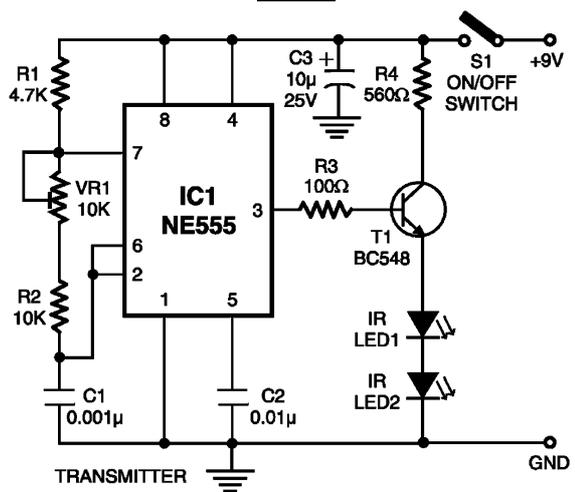

рис. 2
По модели светофора, собранной согласно схеме на рис.2, можно объяснить основные принципы транспортного (режимы "красный-желтый-зеленый", "мигающий желтый") и пешеходного (режим "красный-зеленый") светофоров. Дети быстро запоминают, что на зеленый свет можно переходить улицу, но, к сожалению, часто пытаются перейти ее по сигналам транспортного, а не пешеходного светофора.
**Практическое задание.** Собрать и опробовать в работе модели светофоров по схемам на рис. 2, 12. Дополнить программу листинга 2 функциями светофорных циклов, в которых учесть генерацию звука, индикацию оставшегося времени, нажатие кнопки SB7.
Принципиальная схема передатчика показана на **рис.2**. Основу передатчика составляет автоколебательный мультивибратор, построенный на таймере NE555 (IC1) с частотой генерации 38 кГц. Питается передатчик постоянным напряжением +9 В. Потенциометр VR1 служит для изменения частоты генерации мультивибратора.